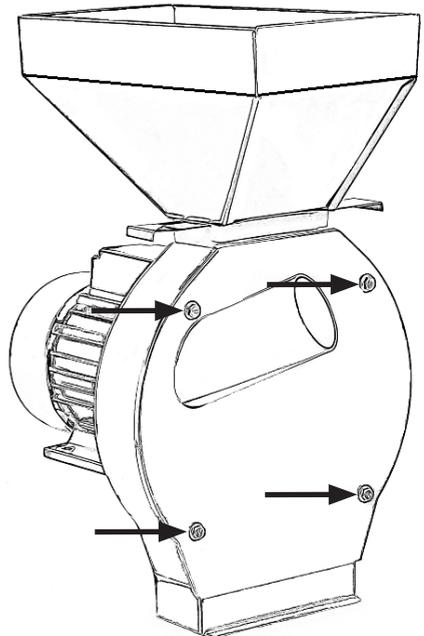

Bild 9
1. **Ta bort den förmonterade silen:** Lossa de fyra vingmuttrarna på de långa skruvarna (se bild 9 och 10).